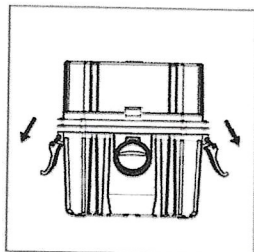

FIG. 6
- Scoateți ansamblul capului de alimentare al spiratorului umed/uscat și tragând spre exterior clemenele capacului situate pe fiecare parte a aspiratorului. Ridicați ansamblul capului de alimentare. (Fig. 6)